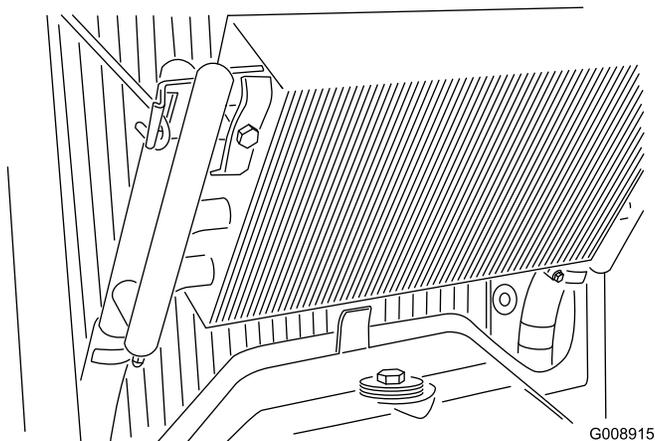

Figure 70
4. Déverrouillez le refroidisseur d'huile et faites-le basculer en arrière (Figure 70).